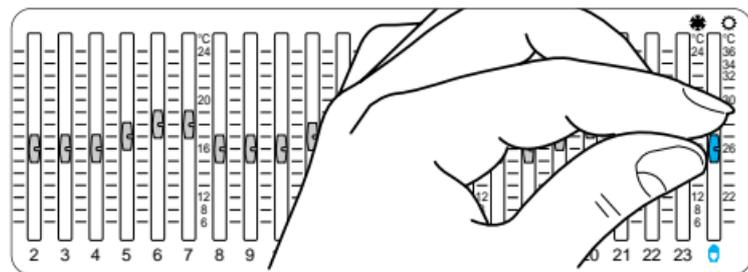

Fig. 25
8.2 - Portare il cursore  (fig. 25) in corrispondenza della temperatura desiderata (riferendosi alla scala $6 \div 24$ °C per il programma di riscaldamento).